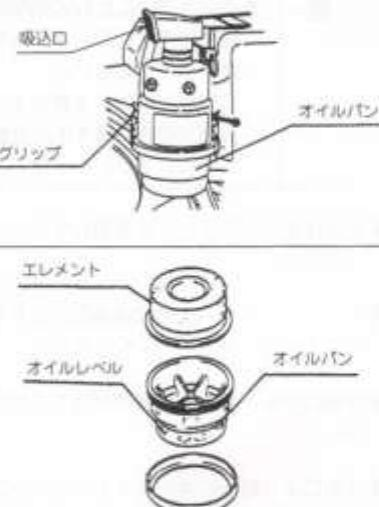

図33
① グリップを外し、オイルパンおよびエレメントを取り外してください。(図33)
② オイルが不足しているときは、オイルレベルまで補充してください。汚れがひどいときにはオイルパン・エレメント共、白灯油で洗浄しエレメントはエンジンオイルに浸し滴下しない程度に振り切ってください。(図33)
③ オイルパンはよく洗浄し、新しいエンジンオイル(SC級以上)をレベルまで入れてください。(図33)